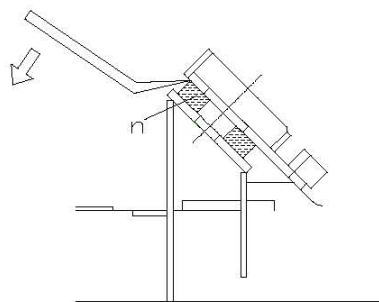
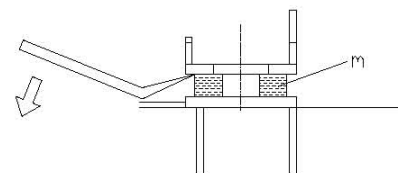

図7
図8
6.中マウント(m)3ヶ所 大マウント(n)1ヶ所は、ボール等でエンジンベースを1ヶ所ずつ押し上げ、新マウントと入れ替える。この時、新マウントをエンジンベースの取付穴の中心に合わせる。・・・図7、図8